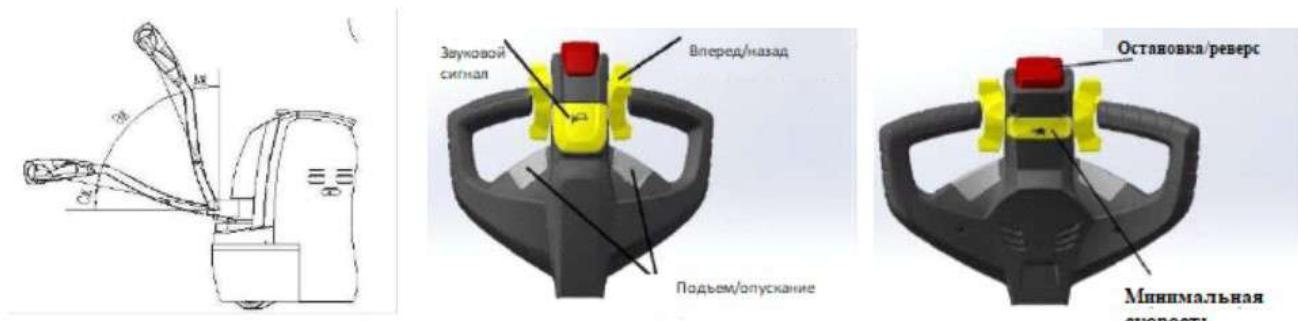

Рисунок 8. Румпель управления
- Ручка акселератора используется для управления направлением движения и скоростью штабелера. Для изменения направления движения, переведите румпель на деление В, как указано на рис. 8. Когда ручка находится в положении А или С, штабелёр находится в отключном состоянии, и вы не сможете начать движение. Когда румпель управления находится на делении В, а ручка акселератора поворачивается в одном из выбранных направлений, штабелер может осуществлять движение в соответствующем направлении. Когда акселератор поворачивается в другом направлении, штабелер будет перемещаться в противоположном направлении. В то же время, чем больше амплитуда поворота, тем выше будет скорость перемещения штабелёра.